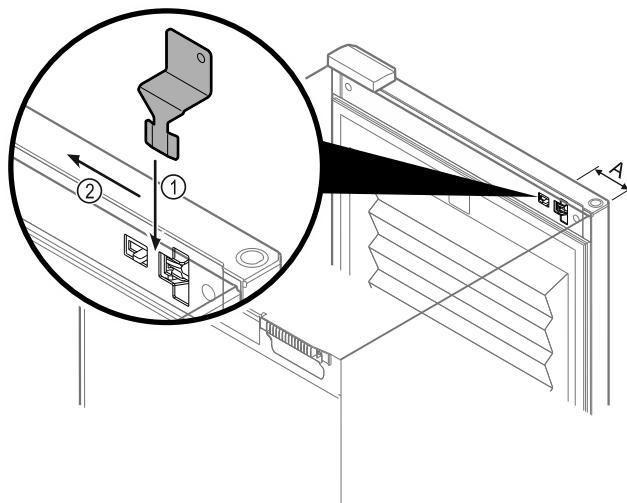

Fig. 90
- Розмістити ключ аварійного розблокування на заданому місці Fig. 90 (A) ≈ 100 мм.
- Вставити ключ аварійного розблокування між дверима та корпусом пристроя зверху до упору Fig. 90 (1).
- Потягнути ключ аварійного розблокування у напрямку сторони шарніра Fig. 90 (2).